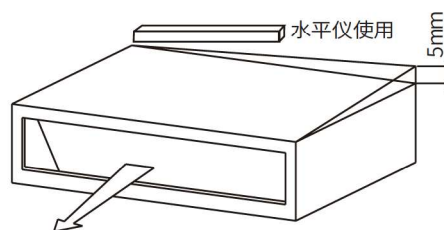

图7 顶面倾斜度
- (1) 检查确认顶面是平的，测量最大顶面倾斜度。
- (2) 图7所示，室内机后面稍微低于前面(0mm~5mm)，以利于排水。
- (3) 调整完毕后，将悬吊螺母拧紧。必须涂上螺纹锁固剂以防止螺母松动。安装过程中请用塑料布盖好机器，使之保持清洁。